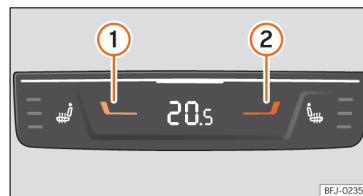

Рис. 115 Задня частина центральної консолі: клімат-контроль для задніх пасажирів.
- Натискайте клавіші ① і ② » **рис. 115**, щоб установити бажану температуру для задньої зони.